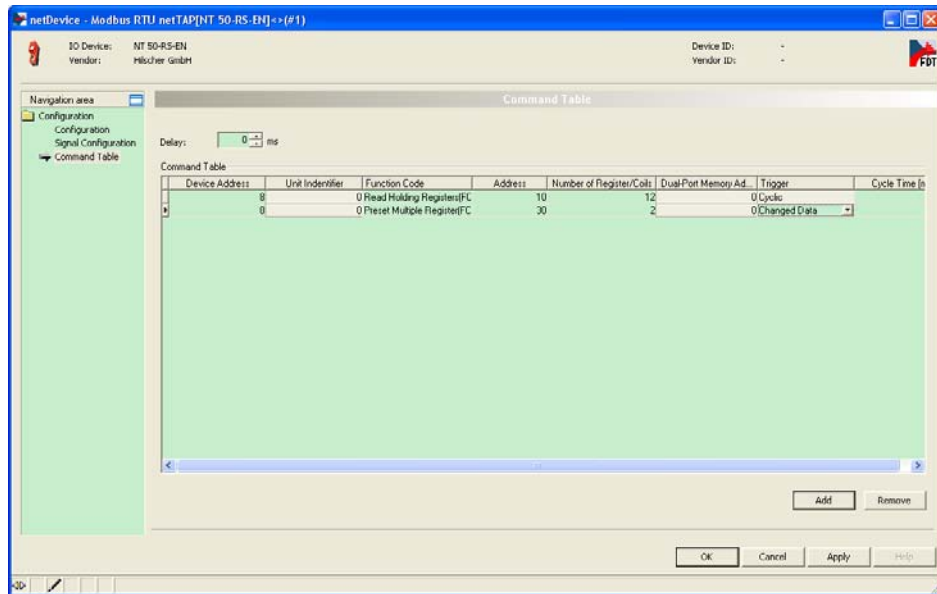

图 26
10) 单击 Add 按钮，增加一条 Modbus 命令。其中“Delay”为每条命令之间的间隔时间，单位为 ms；“Device Address”为 Modbus 从站的站地址；“Function Code”为 Modbus 功能码；“Address”为在从站中的寄存器区地址；“Number of Register”为主站读写的数据量，单位为字；“Dual-Port Memory Address”为网关中的寄存器区地址；“Trigger”为写数据方式。如图 26 所示。